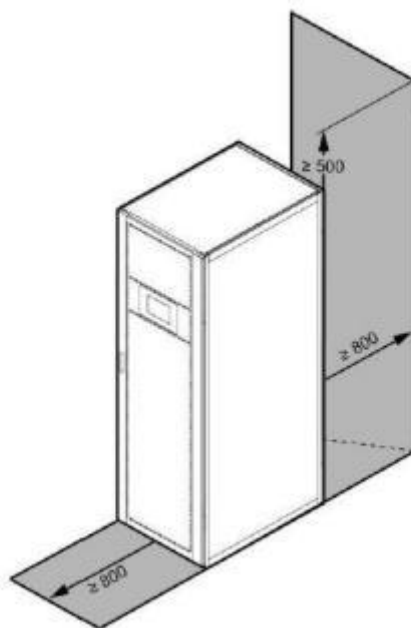

Рисунок 8-9. Расположения ИБП
1. Для удобства эксплуатации и обслуживания при установке шкафа следует оставить не менее 800 мм свободного пространства перед шкафом и позади него (Рисунок 8-9).